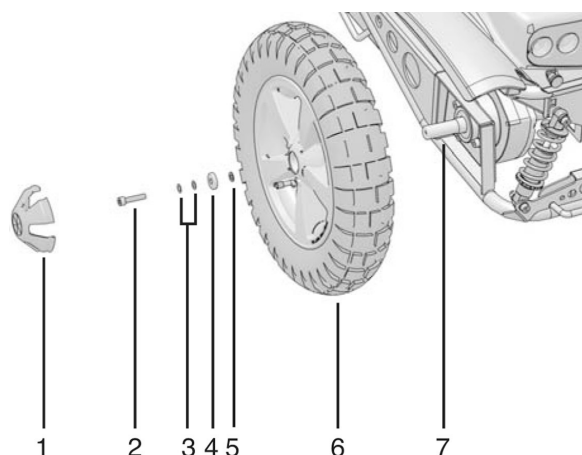

Bild 14. Drivhjul.
5. Montera de fyra brickorna 3, 4 och 5 på skruven 2, dra fast hjulet. Montera navkapseln 1. Se bild. 14.